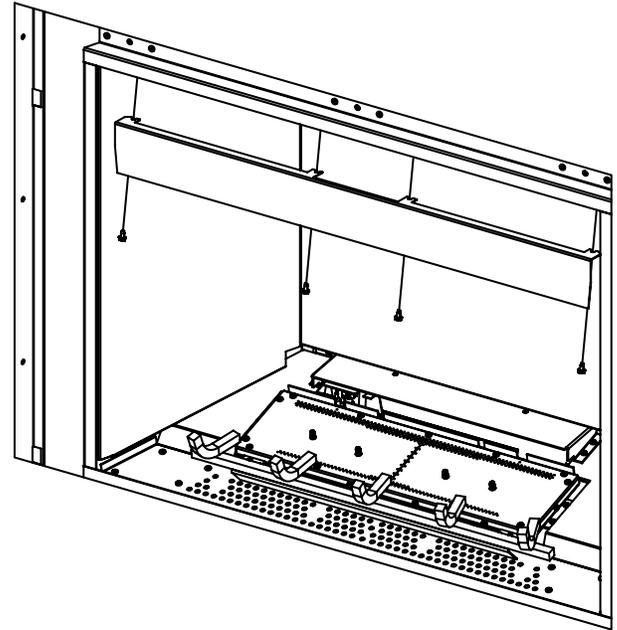

Figure 25: Enlèvement du Déflecteur de Lumière
3. Retirez le déflecteur de lumière, les vis n'ont pas besoin d'être retirées, il suffit de les desserrer. (voir la figure 25).